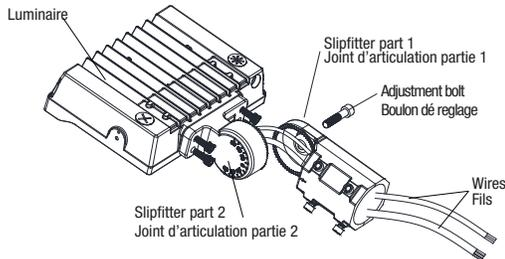

Fig. 3.1
2. Pass the luminaire wires through the both parts of the slipfitter (Fig. 3.1).
2. Faites passer les fils du luminaire dans les deux parties de joint d'articulation (Fig. 3.1).